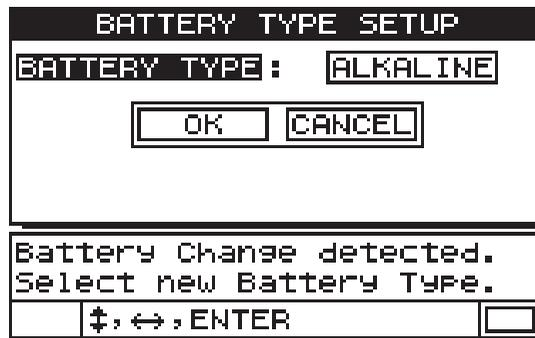

Figura 2-3 Selecionar tipo de bateria
11. Para responder à questão sobre a configuração sobre o tipo de bateria exibida na parte inferior da tela, use as teclas de seta direita e esquerda e, em seguida, pressione [ENTER] (veja Figura 2-3 na página 34):